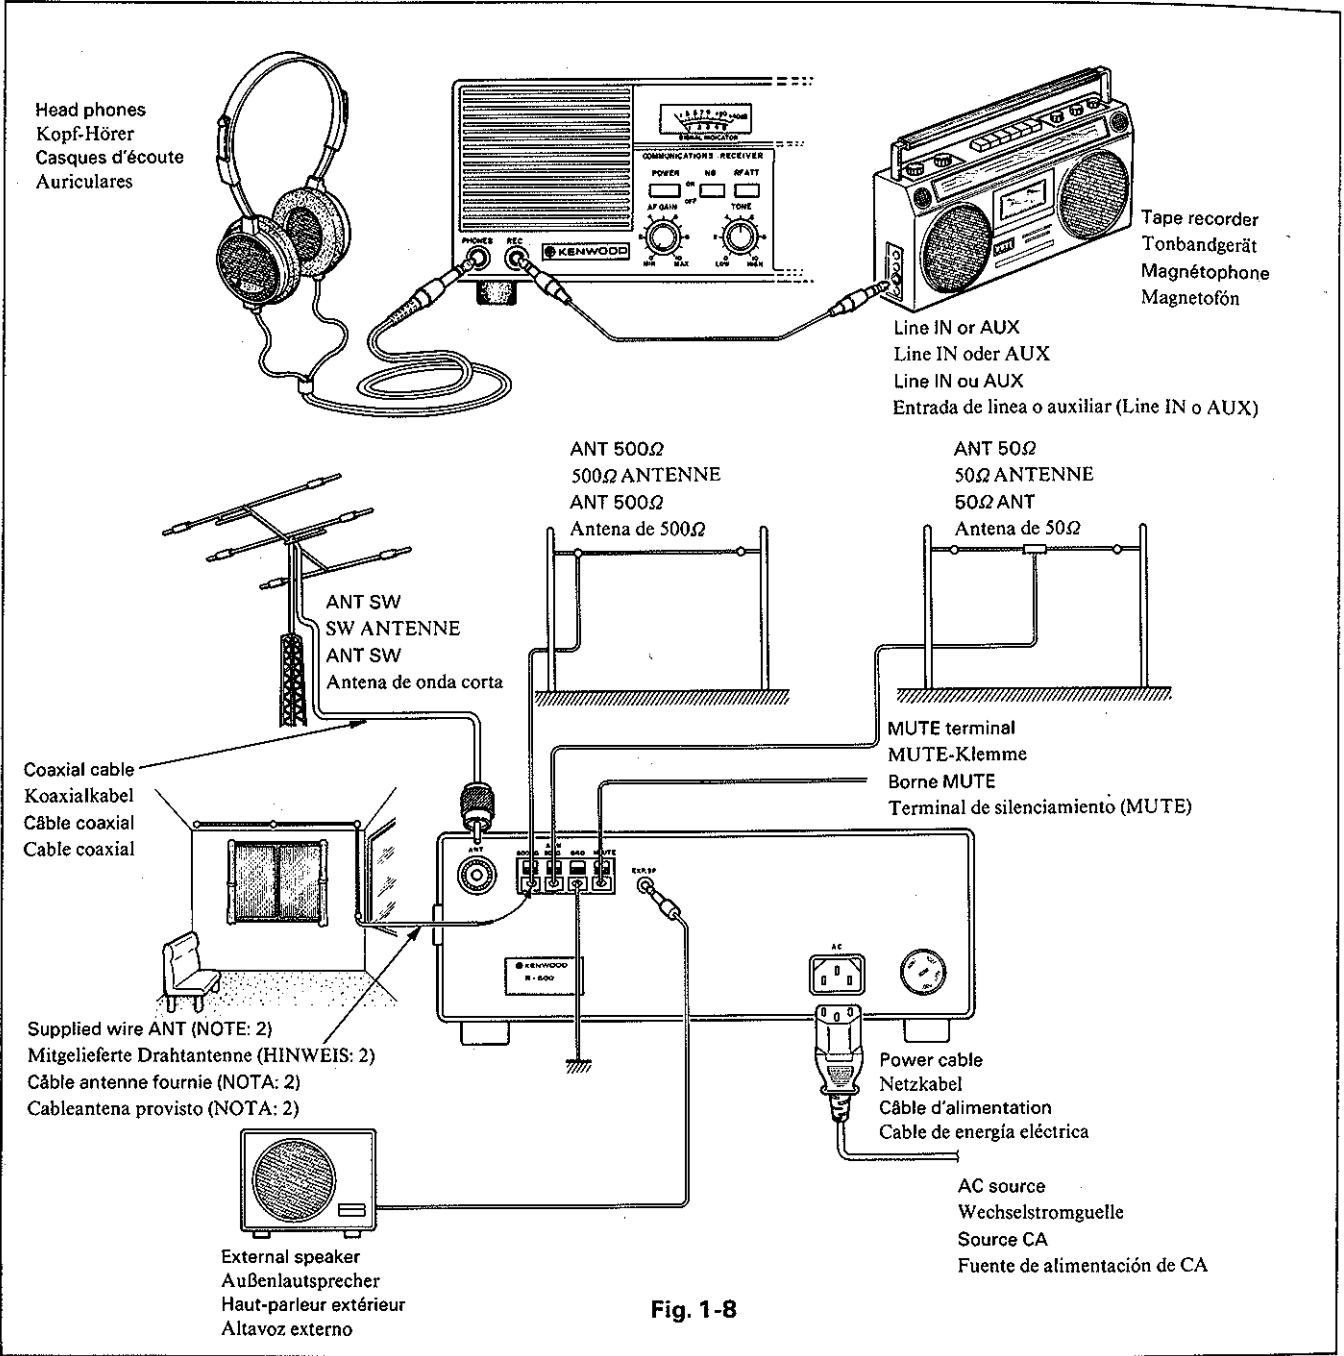

Fig. 1-8
1. Fig. 1-8 shows an example of R-600 interconnection. A suitable antenna should be selected (see pages 1 and 3).
1. Abb. 1-8 zeigt ein Beispiel der Zwischenverkabelung am R 600. Die für dieses System geeignete Antenne sollte unter Bezugnahme auf Seite 1.3 gewählt werden.
1. La Fig 1-8 donne un exemple de l'interconnexion du R-600. En ce qui concerne le système d'antenne une antenne appropriée devrait être choisie en se référant aux pages 1, 3.
1. La Fig. 1-8 ilustra un ejemplo de las distintas interconexiones del R-600. La antena más apropiada debe seleccionarse de acuerdo con las páginas 1, 3.